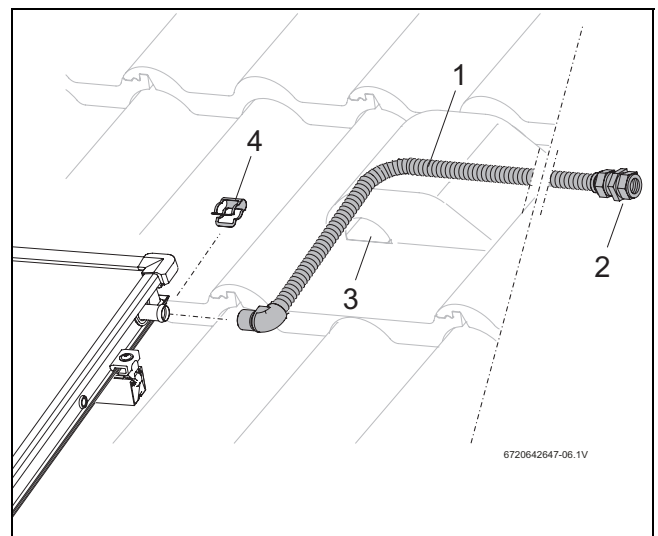

Fig. 48 Montaje de la tubería de impulsión (sin purgador en el tejado)
- Coloque el tubo de conexión (Fig. 48, [1]) en la conexión de impulsión del campo de captadores y fíjelo con una abrazadera (Fig. 48, [4]).
- Conecte el tubo a la rosca de conexión (Fig. 48, [2]). Proceda del mismo modo con la conexión de retorno.